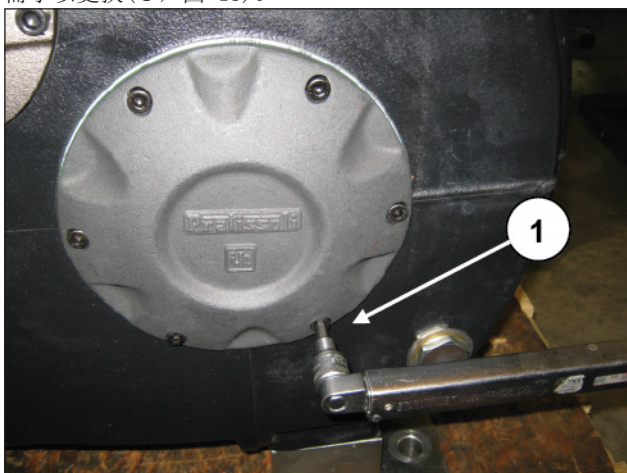
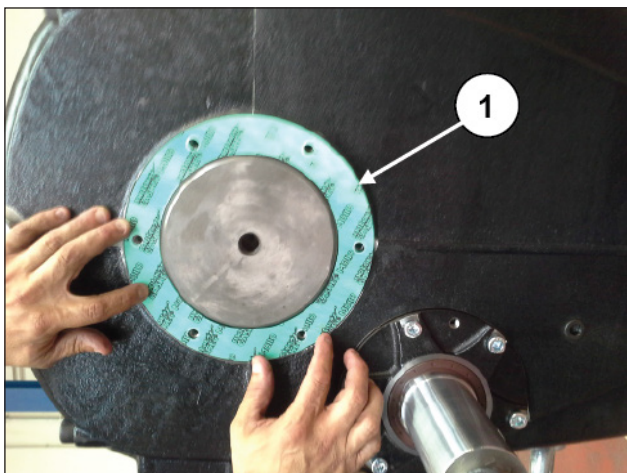

图 12
图 13
拆除曲轴盖, 拧松相关螺栓 (①, 图 12), 抽出平垫圈并按需予以更换 (①, 图 13)。